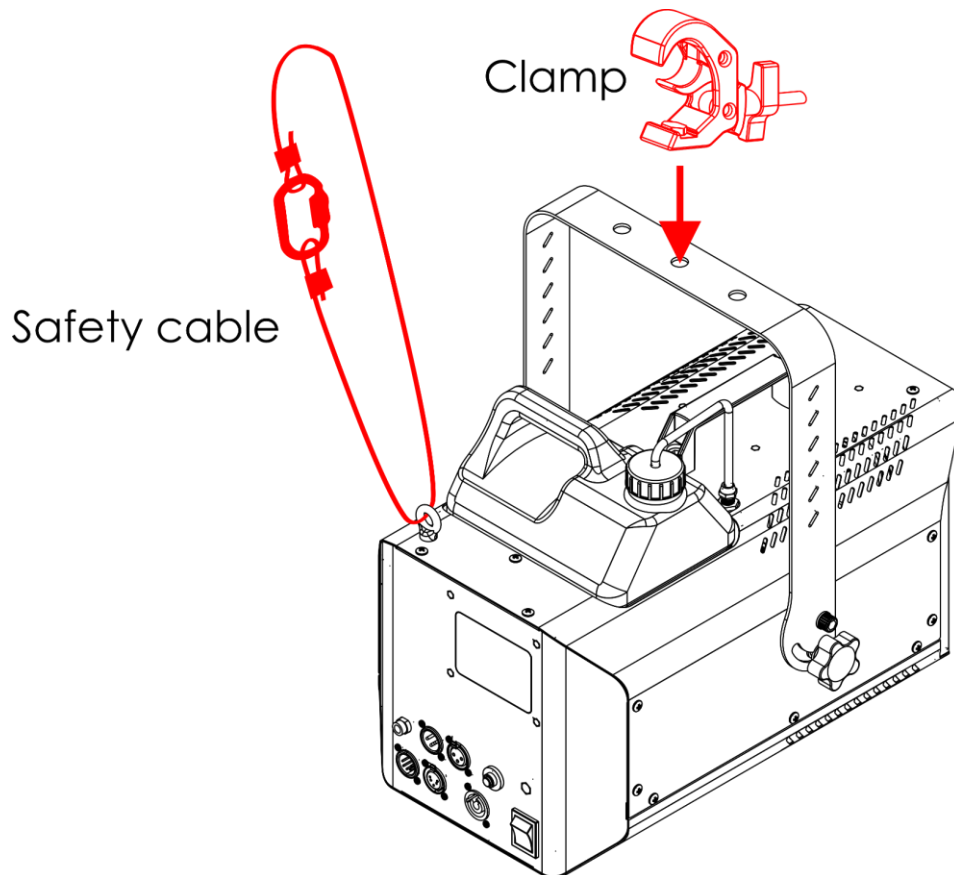

Fig. 05
- 01) Utilizzare un morsetto per fissare il dispositivo alla struttura di supporto, come mostrato nella Fig. 05. Assicurarsi che il dispositivo non possa muoversi liberamente.
- 02) Assicurare il dispositivo con una sospensione secondaria, ad esempio un cavo di sicurezza. Assicurarsi che la sospensione secondaria sia in grado di sostenere 10 volte il peso del dispositivo. Se possibile, la sospensione secondaria deve essere collegata a una struttura di supporto indipendente dalla sospensione primaria. Far passare il cavo di sicurezza attraverso l'**occhiello di sicurezza (16)**, come mostrato nella Fig. 05.